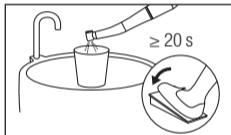

Fig. 18
- 4 Faites fonctionner la pièce à main du côté fauteuil pendant au moins 20 secondes afin de purger tout liquide présent dans la pièce à main (Fig. 18).